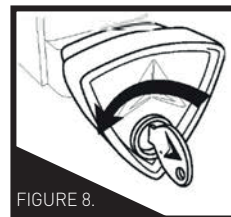

FIGURE 8.
**IMPORTANT !** Le bouton de serrage ne se serre et se desserre que lorsque le bouton intérieur du cylindre de verrouillage est engagé. Pour engager le cylindre de verrouillage, insérez la clé dans le verrou du bouton et tournez la clé **DANS LE SENS INVERSE DES AIGUILLES D'UNE MONTRE**, comme illustré à la figure 8.